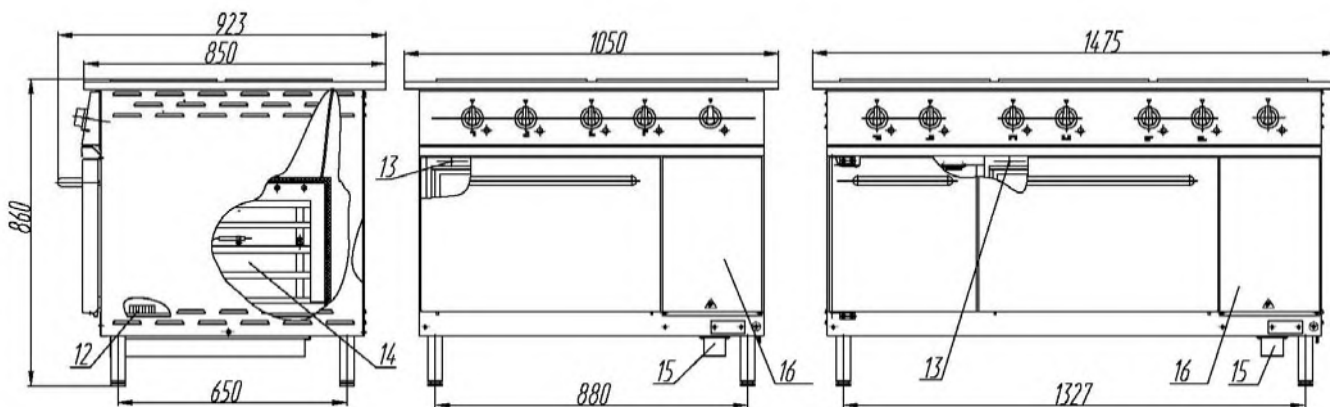

Рисунок 2- Составные части плит
5.2.1 Плита состоит из каркаса, на котором установлена столешница (1). Конфорки (2) рисунок 2 также установлены на каркасе плиты через отверстия в столешнице.
5.2.3 При утечке жидкости, которая образуется на рабочей поверхности плиты при приготовлении пищи, слив предусмотрен в выдвижной поддон (15) рисунок 2, который располагается внизу плиты.
5.2.4 На каркасе установлен и закреплен духовой шкаф (14) и панель управления. Каркас установлен на регулируемые по высоте опоры (10) рисунок 2, позволяющие компенсировать неровности пола.
5.2.5 Духовой шкаф представляет собой внутренний теплоизолированный объем, в котором сверху и внизу расположены трубчатые электронагреватели (ТЭНы), на боковых стенках расположены направляющие для противней (8). Нижние ТЭНы закрыты съемным подовым листом (6) рисунок 2.
Для ремонта, при необходимости, духовой шкаф можно выдвинуть вперед, открутив шесть винтов М5 (18), расположенных на рамке духовки рисунок 2.
5.2.7 Дверь духового шкафа (7), рисунок 2, имеет торсионный механизм, который обеспечивает легкое открывание и закрывание ее в процессе работы. Механизм рассчитан на безотказную работу в течение всего срока эксплуатации. Между внутренней и внешней панелями двери проложено волокно базальтовое для теплоизоляции.
5.3.1 Установите ручки переключателей мощности конфорок (3), рисунок 2 в положение «3» (макс.), при этом должна загореться арматура светосигнальная (5) рисунок 2.
6.4.1 Снимите панель переднюю (16) рисунок 2.
6.4.2 Электропитание подведите к блоку зажимов, расположенному за панелью передней (12) рисунок 2.